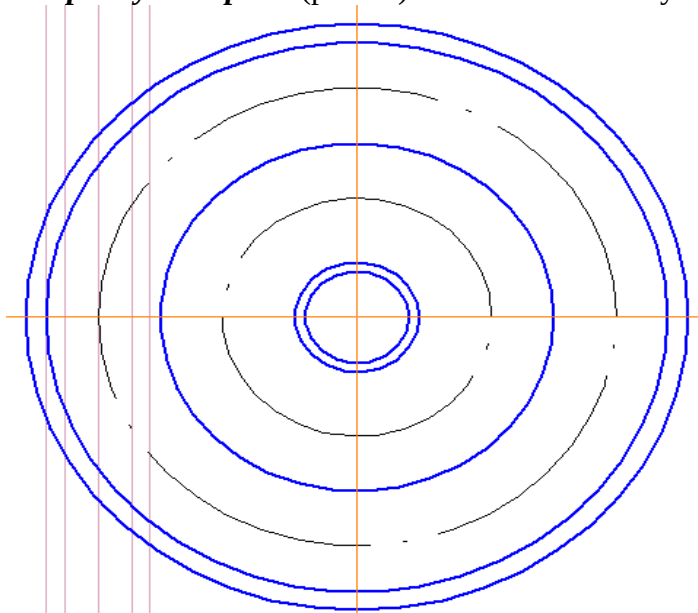

Рис. 16
- c.** Так же начертите окружности с **диаметром 50 и 26**, выбрав **Стиль Штрихпунктирная** (рис.16). Нажмите клавишу **прервать команду**.